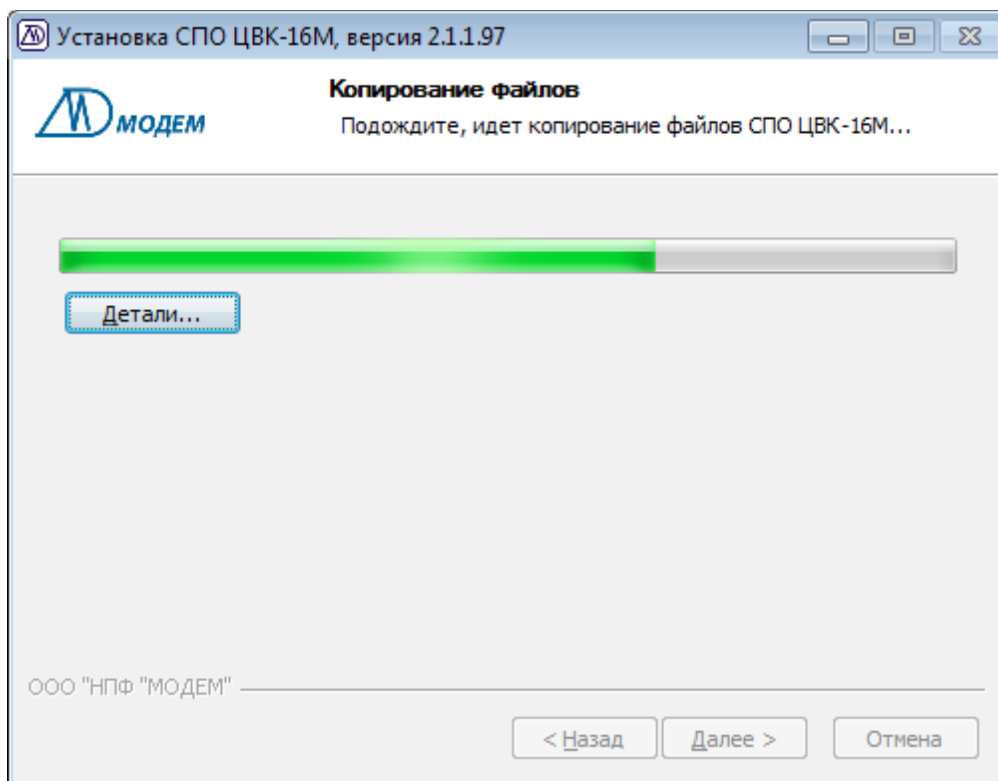

Рисунок 2.6 - Прогресс установки
- 5) Нажмите кнопку “Установить” для запуска процесса. В процессе установки будет отображаться индикатор прогресса, рис.2.6.